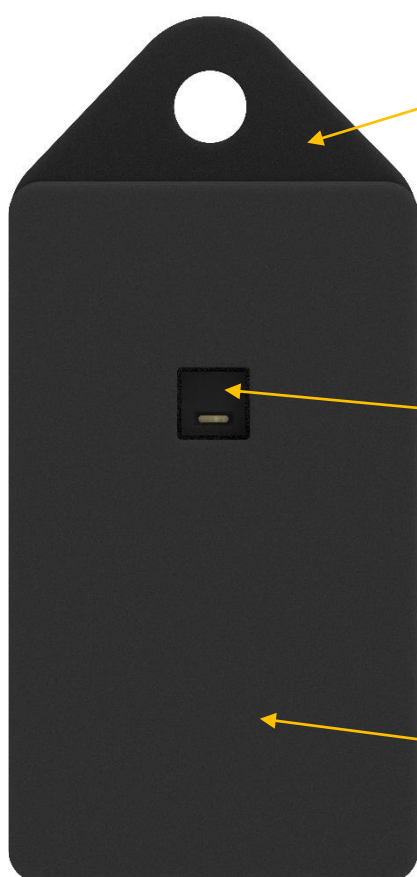
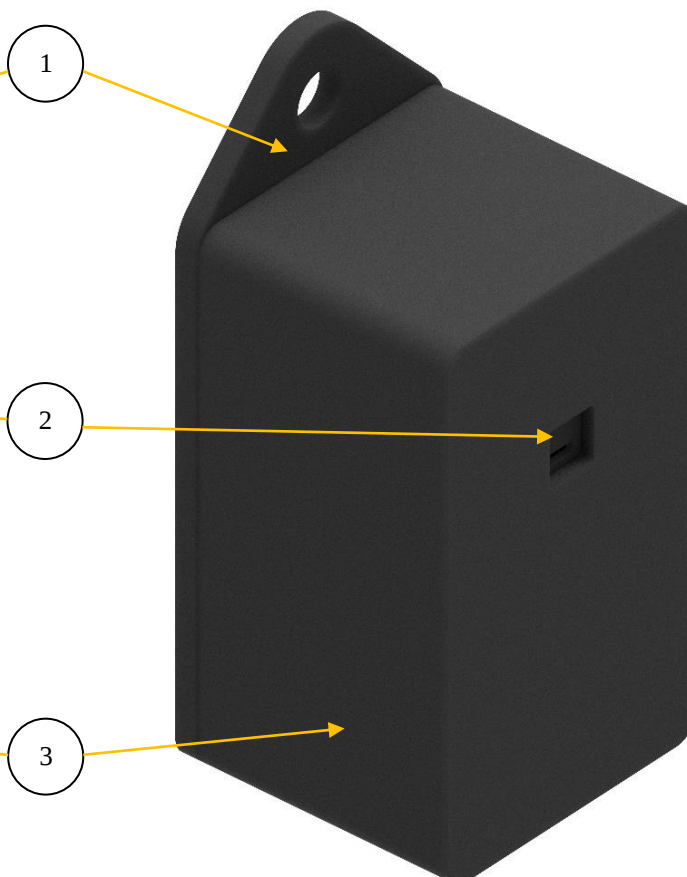

Рис. 16.: “Датчик влажности”
Рис. 17.: “Датчик влажности”
3.2. “Датчик влажности” (Рис.16.: Датчик влажности. Вид спереди., Рис.17: Датчик влажности. Изометрия)